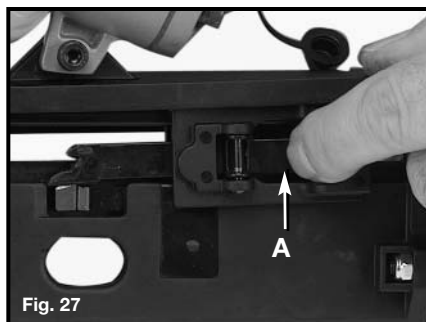

Fig. 27
- Ponga el dedo en la depresión (A), Fig. 27, y empuje la palanca para soltar el mecanismo del seguidor.